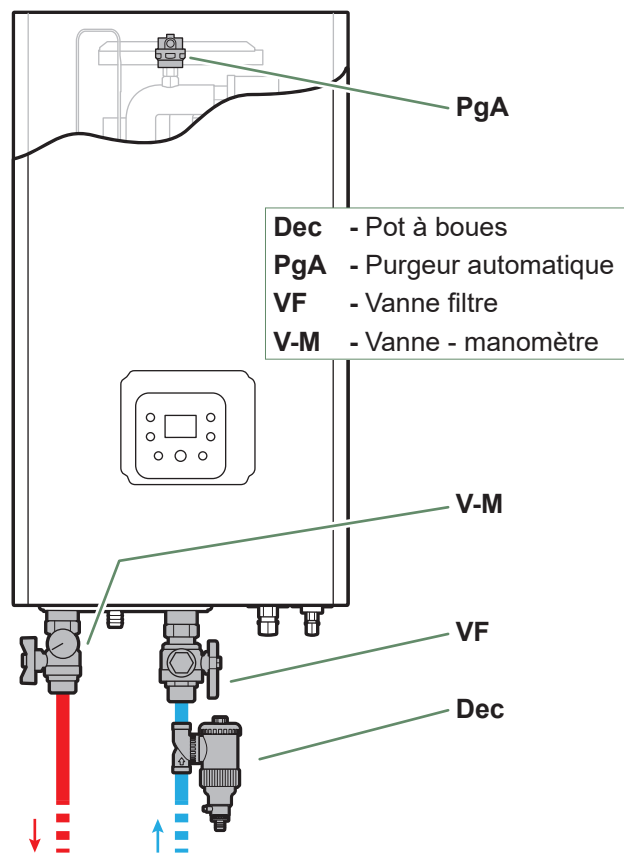

fig. 30 - Pot à boues (option) sur le retour chauffage
- Installer la vanne filtre sur le retour circuit chauffage dans le sens préconisé (rep. **VF**, fig. 30).